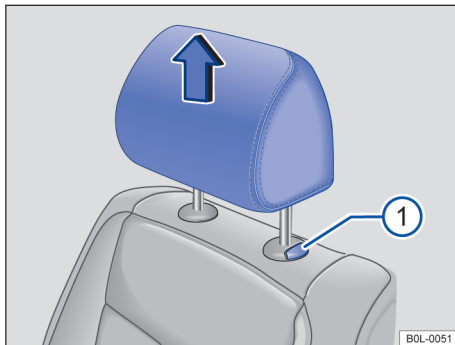

图 59 拆卸前排座椅头枕
- 按住按钮 → 图 59 ①，同时将头枕完全拉出。
- 按住按钮 → 图 59 ① 并下推头枕。